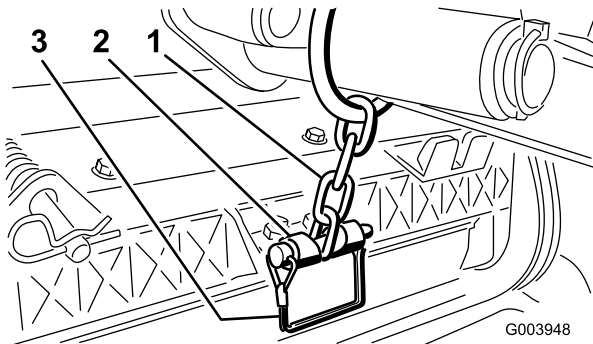

図 9
12. スナップピンで、昇降アームのチェーンをチェーンブラケットに固定する 図 9。